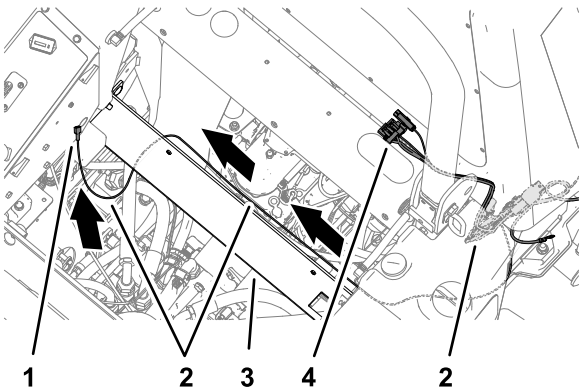

**Figura 7**
1. A la izquierda de la máquina, enrute la rama del arnés de alimentación con el conector del terminal de pestaña hacia la parte delantera del motor y el tubo de la barra antivuelco inferior (Figura 7).
3. Enrute la rama del arnés de alimentación con el conector de 2 pines, el conector de un solo pin y el conector hembra de 8 vías a lo largo del tubo de la barra antivuelco inferior y hacia arriba, hacia el tubo de sujeción (Figura 7).